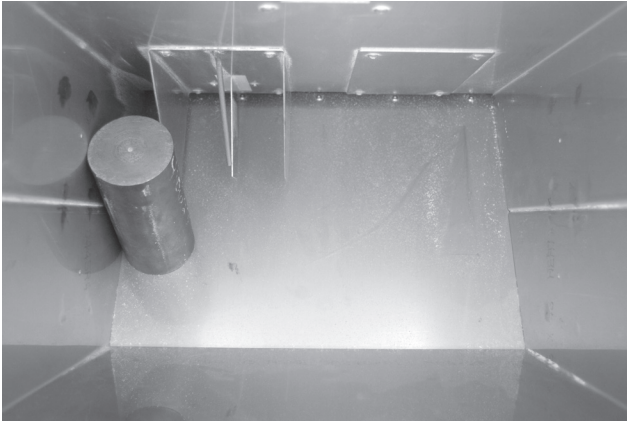

Figure 3-5 : Placez le poids au plus près d'un bord de la benne.
9. Placez le poids connu au fond de la benne de pesée, le plus près possible d'un bord (voir Figure 3-5).